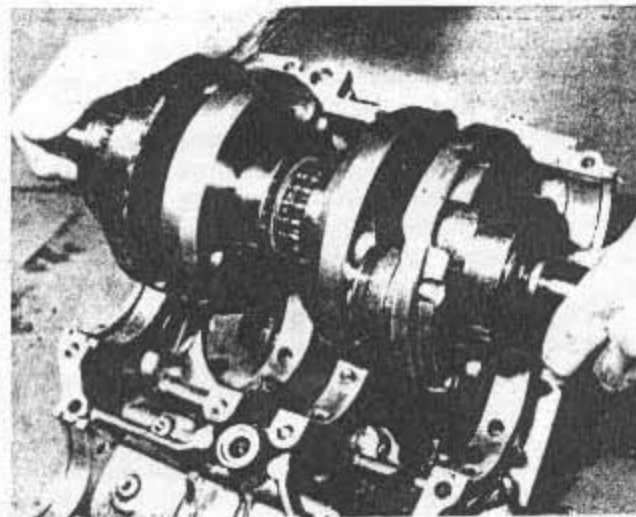

Bild 49
- Unter ständigem Drehen hebe man die Ausgleichswelle aus ihrer Lage, um sie vom Kurbelwellenzahnrad freizubekommen. Mit beiden Händen packe man die Kurbelwelle und hebe sie nach oben aus dem Gehäuse heraus, samt ihren Wellendichtringen und der Steuerkette (Bild 49). Falls die Kurbelwelle fest sitzt, verwende man einen Kunststoffhammer, um sie vom Gehäuse zu lösen. Hier ist aber mit grosser Vorsicht vorzugehen! Man beachte die Passstifte der Hauptlagerausserenringe in der oberen Gehäusehälfte. Falls sie locker sind, entferne man sie mit Hilfe einer Zange.